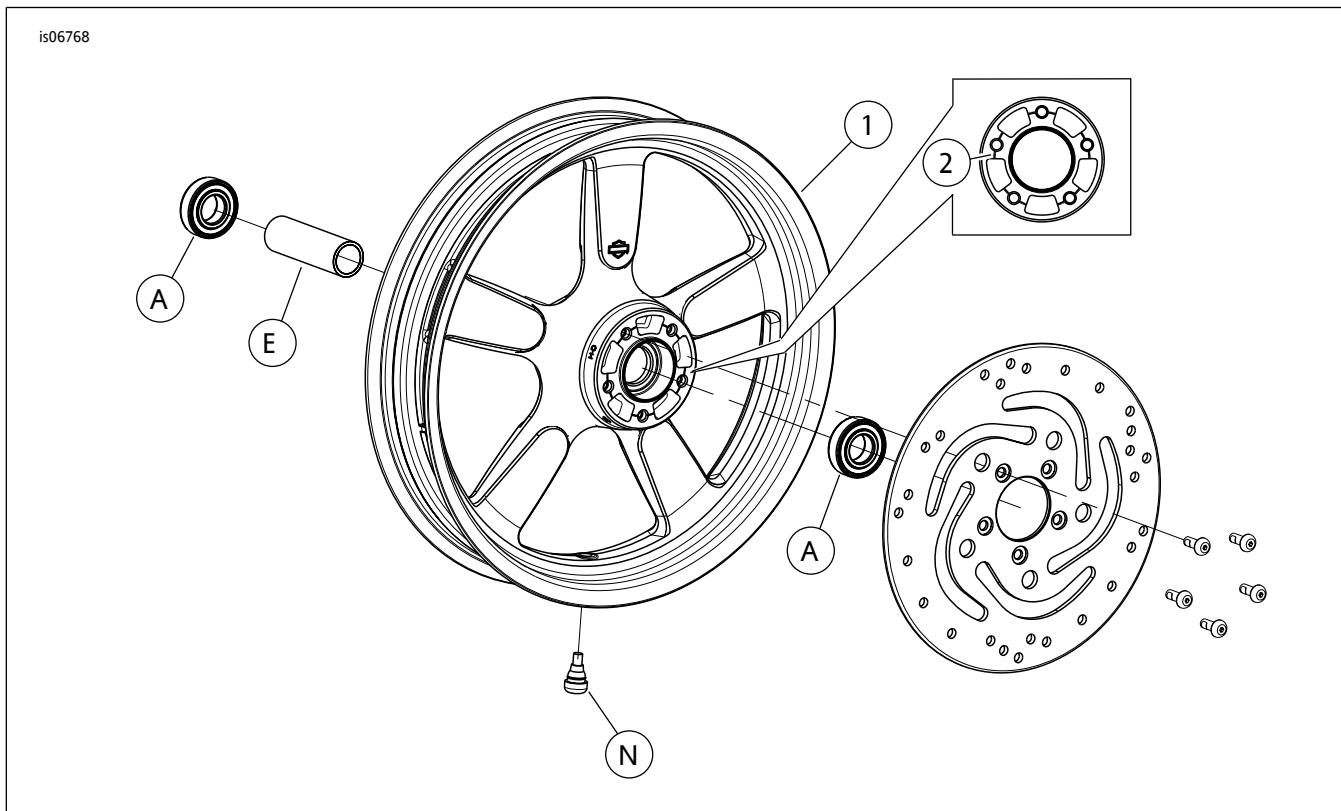

图2。维修零件：Fat-X前轮
此套件仅包括定制车轮。参见图2和表2
2. 参见图2。在车轮上安装阀杆组件( N )。参阅维修手册中的“轮胎”部分。